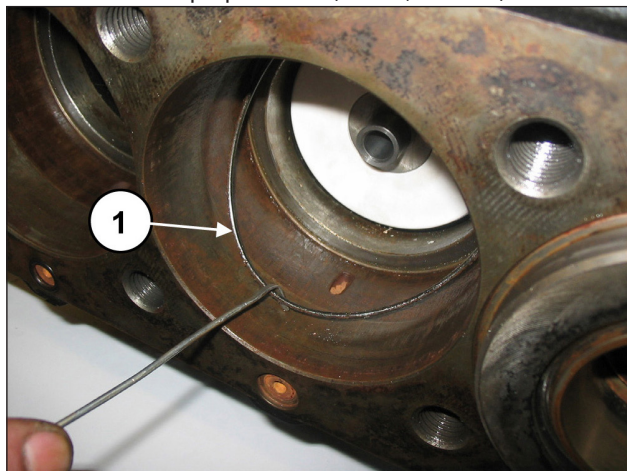
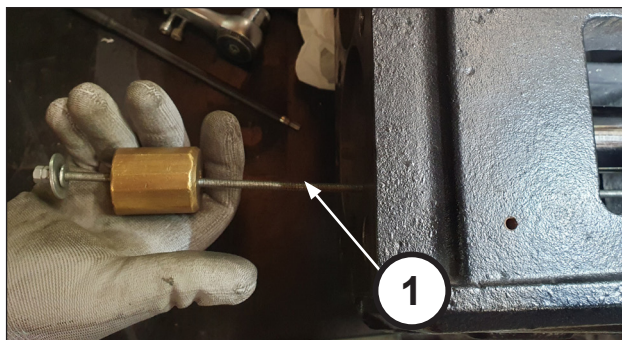

Рис. 136
Рис. 139
Извлеките узел опоры уплотнений и калибр. Снимите донное кольцо O-Ring опоры уплотнений, если оно осталось в картере насоса (поз. ①, Рис. 136).
Расположите направляющую поршня в нижней мертвой точке, ввинтите съемник М6 в специальные отверстия на крышке (поз. ①, Рис. 136) и извлеките крышку сальника из насосного узла (поз. ①, рис. 139).